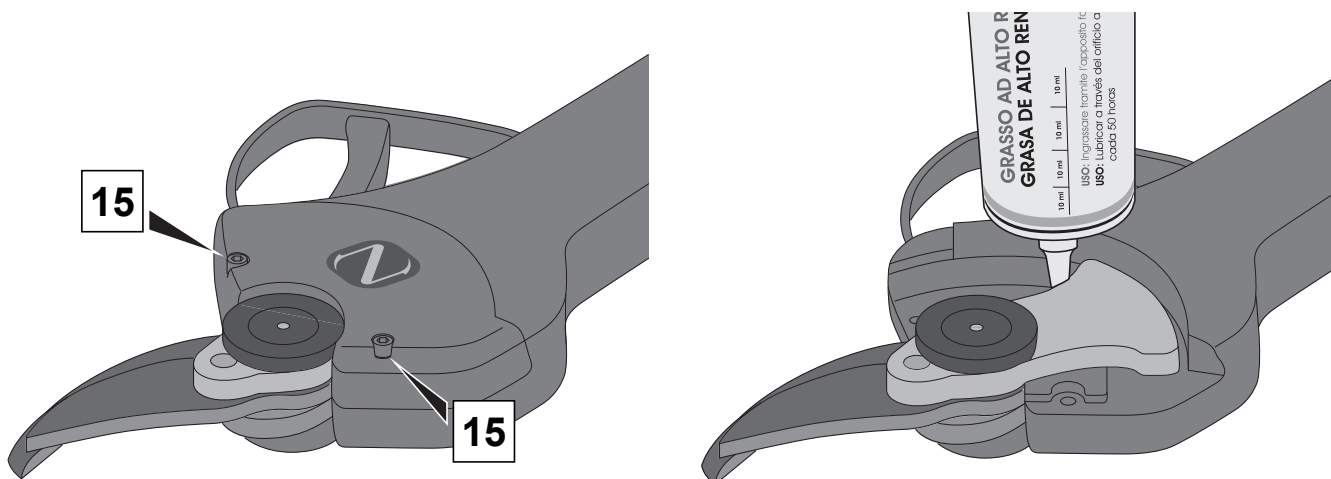

Fig. 9
Ogni 50 ore di lavoro lubrificare gli ingranaggi della lama (vedi **fig. 9**) seguendo quanto riportato:
- Svitare le viti (15) e togliere il coperchio di protezione;
- Lubrificare il punto indicato in **fig. 9** con una piccola quantità di grasso (tipo RETINAX HD2).